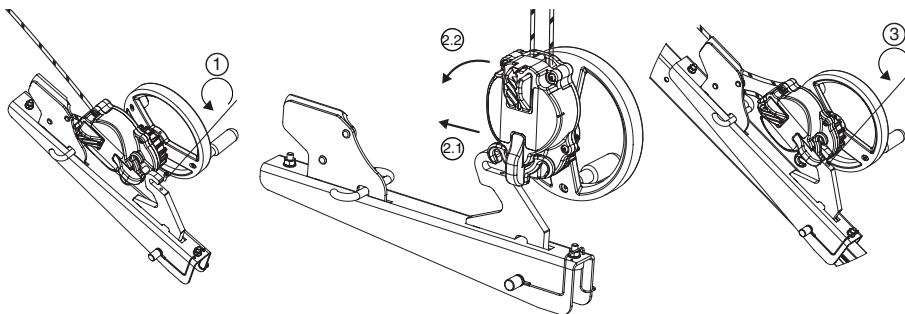

Fig. 8
6.3.4. Aparelho Derope™ UP R (Fig. 8, 9 e 10)
na Fig. 8. É proibida qualquer outra fixação em outro ponto do tripé tracpode da Tractel®.
1. Desapertar o parafuso de bloqueio do gancho de amarração do suporte para aparelho Derope™ UP R (Fig. 8, 1).
2. Instalar o aparelho Derope™ UP R no gancho de amarração (Fig. 8, 2.1 – 2.2).
3. Apertar o parafuso de bloqueio de modo a impedir que o aparelho se separe do suporte (Fig. 8, 3) e verificar se está correctamente no sítio e apertado.